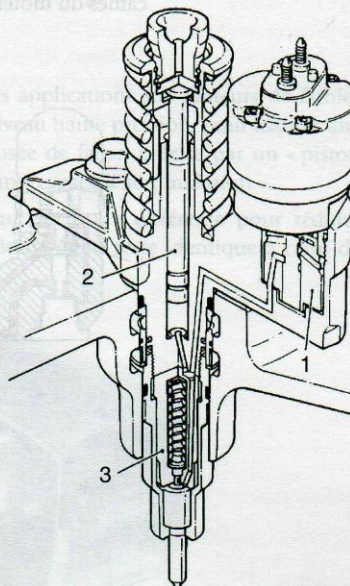

Figure 79.1. Parties principales d'un injecteur-pompe Delphi-Diesel sur moteur Volvo
- le circuit haute pression (fig. 79.1), avec différentes technologies et types de commandes selon chaque constructeur.
- la partie « pompe » (2) (mise en pression du carburant), avec *cylindre* et *piston*, correspondant à l'élément d'une pompe en ligne traditionnelle (fig. 79.1) ;
- la partie « vanne de commande » (1) de carburant, à commande électromagnétique (fig. 79.1 et 79.2).